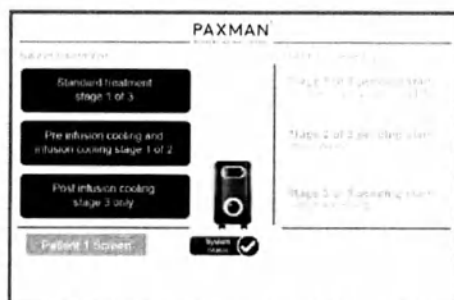

Рис. 42.
- Затем нажмите кнопку **End Treatment** (Завершить лечение) и подтвердите завершение лечения. Рис. 42.